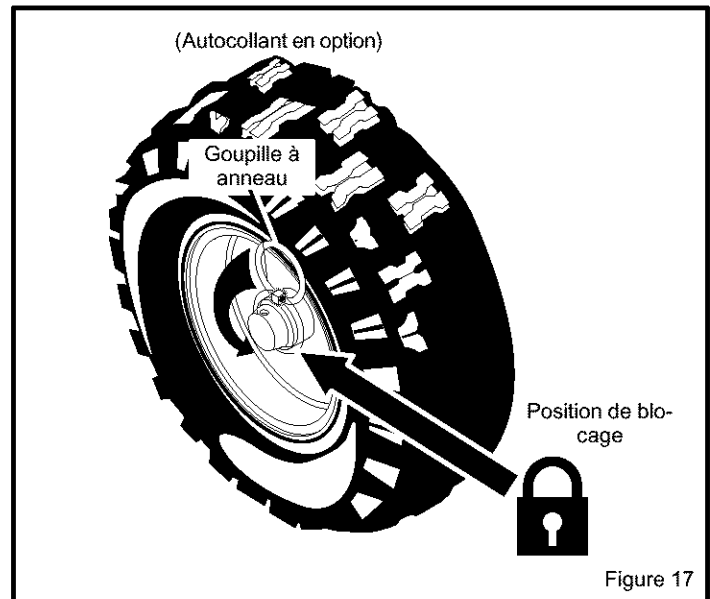

Figure 17
1. La roue gauche est fixée à l'essieu par une goupille à anneau. Ce chasse-neige a été expédié avec la goupille en position de blocage (Figure 17).